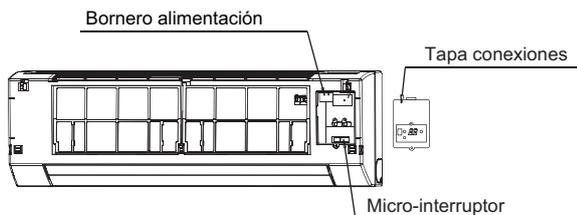

Fig.7-2
- 2 Realice la conexión de los cables de alimentación y comunicación. (Ver Fig.7-2 a 4).